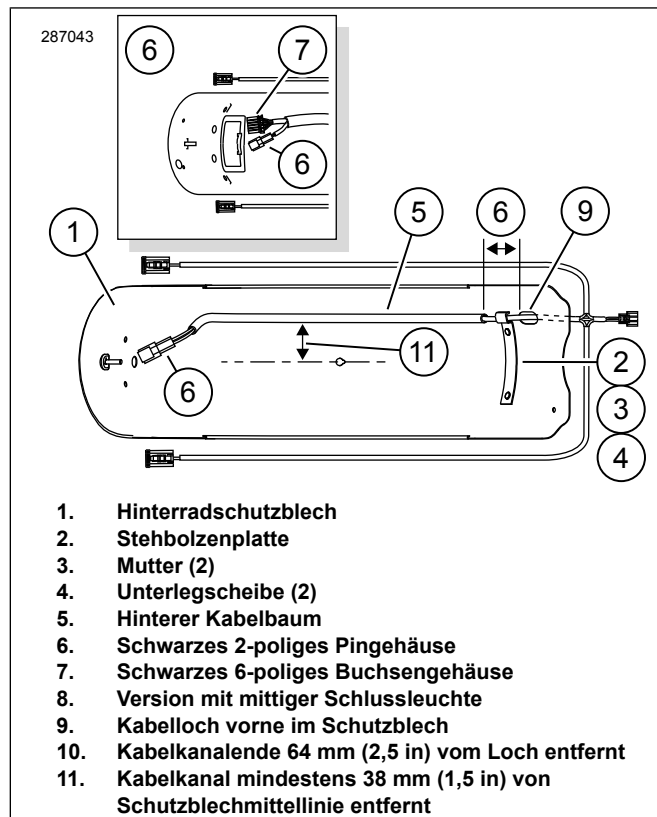

Abbildung 3. Hinterradschutzblechkabelbaum einbauen
1. Siehe Abbildung 3. Mit einer Mischung aus 50 % Isopropylalkohol und 50 % destilliertem Wasser reinigen. Vollständig trocknen lassen. Keine Lösungsmittel oder scharfe Chemikalien verwenden, durch die lackierte Oberflächen beschädigt werden könnten.
2. Die Stehbolzenplatte (2), die vom Originalschutzblech entfernt wurde, mit dem Kanal im kürzesten Abstand zum Kabelloch aufsetzen und vorne an der Innenseite des Schutzblechs mit den Originalmutter (3) und Unterlegscheiben (4) befestigen. Nicht vollständig anziehen.